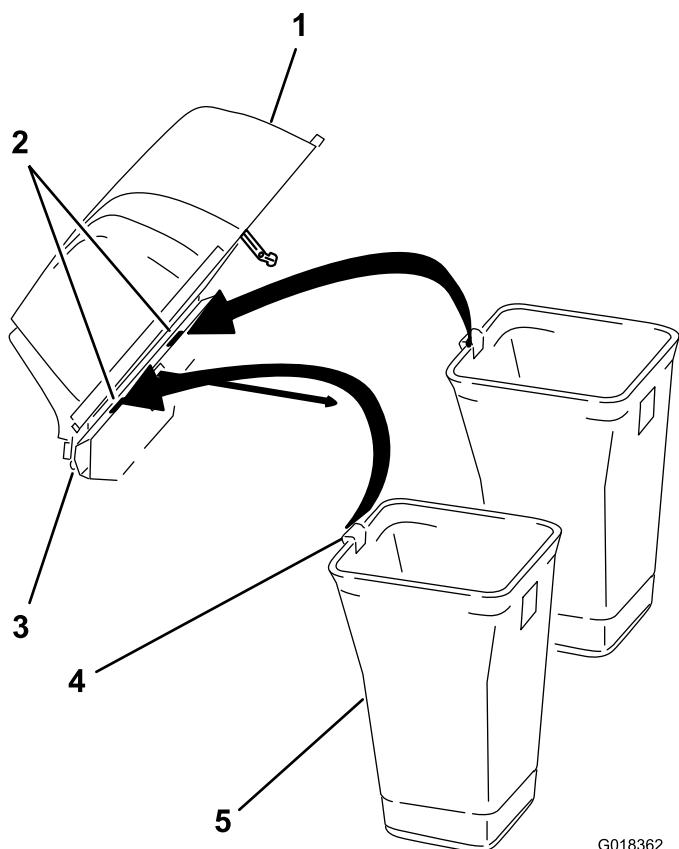

Bild 18
1. Heben Sie die Abdeckung an, um die gekerbten Grasfangkorbhalterungen am Stützrahmen des Füllkastens freizulegen, wie in Bild 18 dargestellt.
2. Fluchten Sie die Befestigungslasche des Grasfangkorbs mit der gekerbten Grasfangkorbhalterung aus (Bild 18).
3. Senken Sie den Grasfangkorb ab, bis die Grasfangkorbbase fest in der gekerbten Halterung sitzt (Bild 18).
4. Wiederholen Sie die Schritte 1 bis 2 für den anderen Grasfangkorb (Bild 18).
5. Senken Sie die Abdeckung des Heckfangsystems auf die Körbe ab (Bild 18).